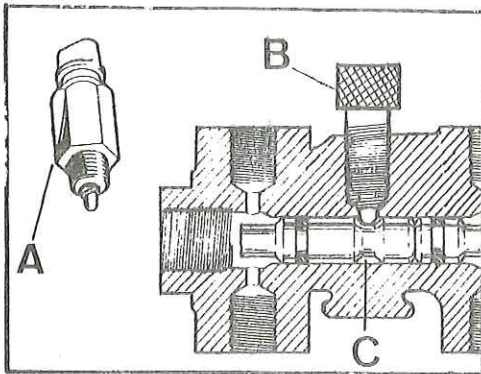

Fig. H-13 Sangrado doble circuito de frenos
- 4.2.2. Desmontar el interruptor de alarma -A- situado en la válvula diferencial y colocar en su lugar el útil 191929. Asegurarse de que el tetón -B- del útil penetra perfectamente en la canal del émbolo deslizante -C- (Fig. H-13) y para lo cual centrará previamente el canal de dicho émbolo con respecto al alojamiento del útil.